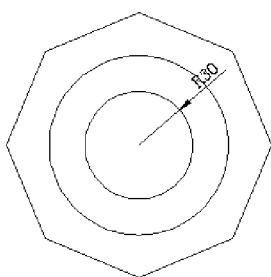

图 3.30 半径标注效果
⑤ 半径(R):在命令提示区中输入“R”,以半径标注作为快速标注方式。半径标注效果如图 3.30 所示。